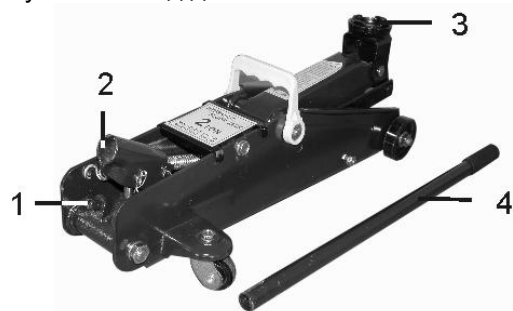

Рис. 2
- поднимаемый груз должен полностью покрывать рабочую площадку (3), Рис. 2, или находиться строго по центру площадки;
4. УСТРОЙСТВО И ПРИМЕНЕНИЕ (Рис. 2)
5.2. Производите замену гидравлического масла после года эксплуатации. Выкрутите перепускной клапан (1), Рис. 2, наклоните домкрат, слейте гидравлическое масло. Установите домкрат в горизонтальное положение, залейте гидравлическое масло до уровня отверстия перепускного клапана. Не допускайте попадания грязи и инородных тел в гидравлическую систему домкрата. Запрещается смешивать разные типы масел.